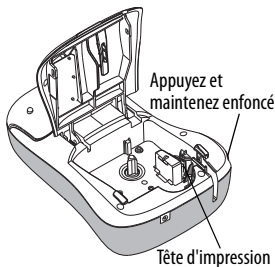

Figure 6
- 2 Appuyez sur le bouton de découpe et maintenez-le enfoncé pour faire apparaître la lame. Voir Figure 6.
- 3 Essuyez délicatement la tête d'impression avec le côté rembourré de l'outil. Voir Figure 6.